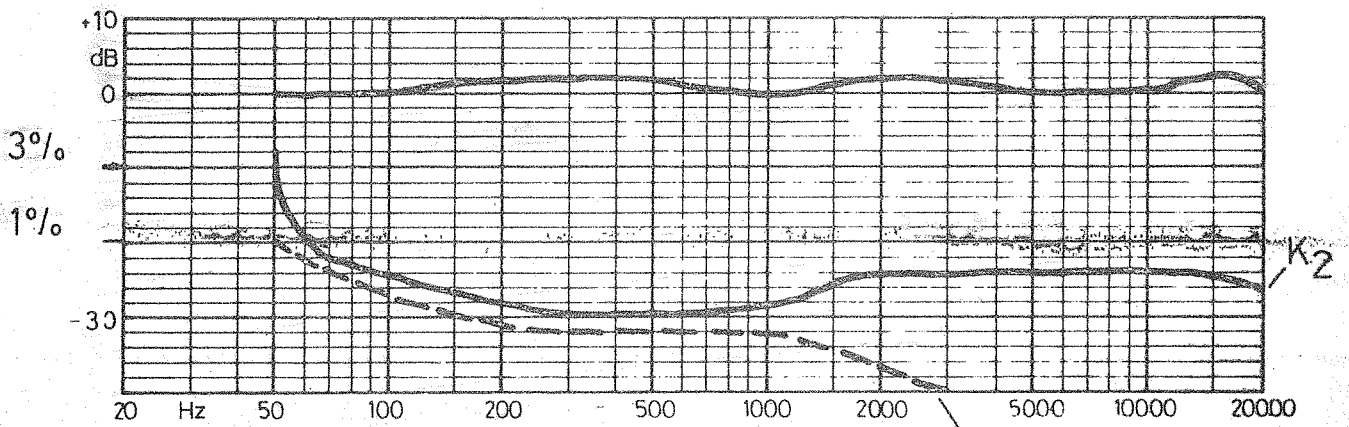

Рис. 3
10. Искажения второй и третьей гармоник при заводской настройке . . . . . согласно рис. 3